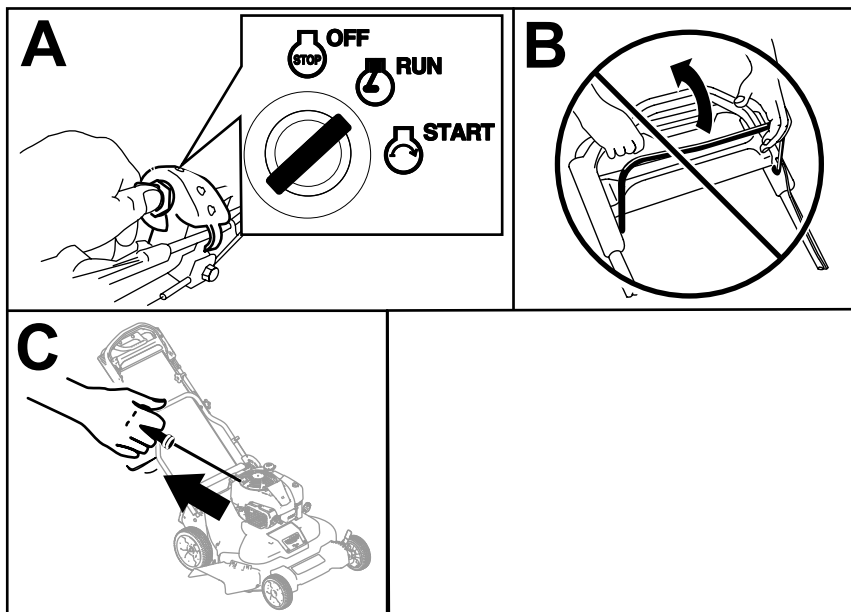

Figura 16
1. Gire la llave de contacto a la posición de MARCHA (Figura 16, A).
Importante: No intente arrancar el motor con la barra de control de las cuchillas engranada; de lo contrario, puede fundir el fusible (Figura 16, B).
2. Tire del arrancador lentamente hacia atrás hasta que note resistencia, luego tire con fuerza (Figura 16, C). Deje que la cuerda vuelva lentamente al motor.